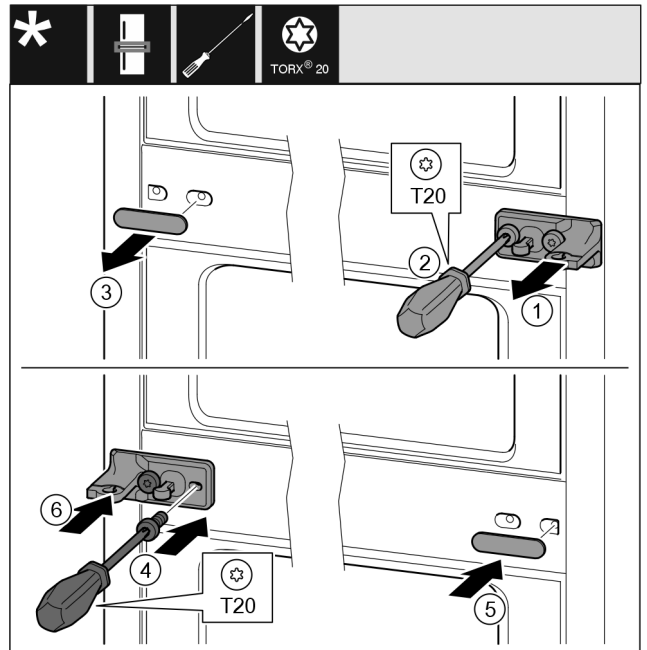

Fig. 21
- ▶ Scheibe Fig. 21 (1) abziehen.
- ▶ Schrauben Fig. 21 (2) mit Schraubendreher herausdrehen.
- ▶ Abdeckung Fig. 21 (3) vorsichtig abziehen.
- ▶ Lagerbock mit Folie Fig. 21 (4) um 180° gedreht auf der anderen Seite fest anschrauben.
- ▶ Abdeckung Fig. 21 (5) um 180° gedreht auf der anderen Seite anbringen.
- ▶ Scheibe Fig. 21 (6) von vorn aufschieben.